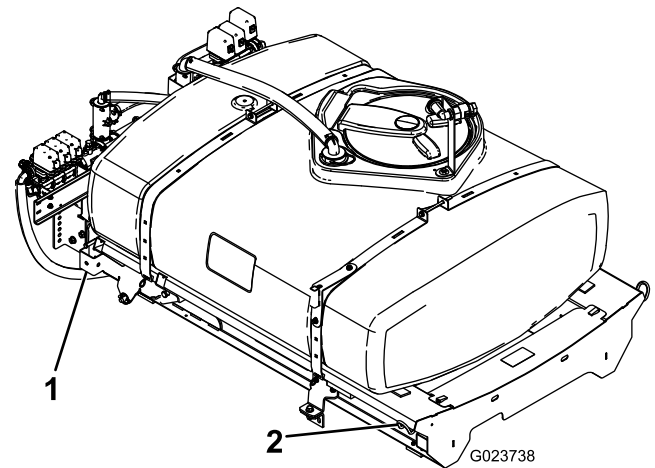

Figura 8
1. Usando una grúa, eleve el conjunto del patín del depósito (Figura 8) y colóquelo sobre el bastidor del vehículo con los conjuntos de bomba y válvulas orientados hacia atrás.